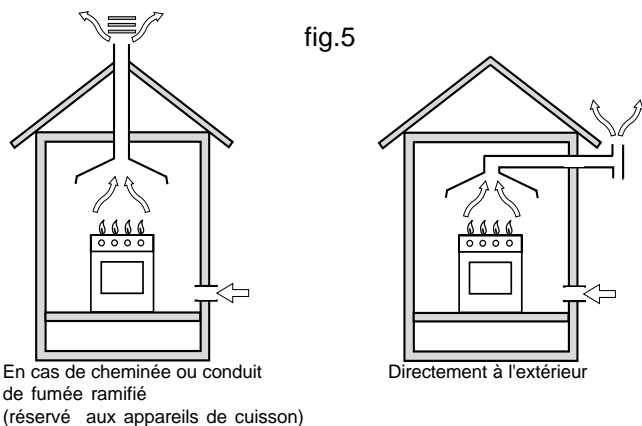

fig.5
- L'appareil doit évacuer les produits de la combustion dans une hotte prévue à cet effet qui doit être raccordée à une cheminée, à un carneau ou directement à l'extérieur (fig.5).